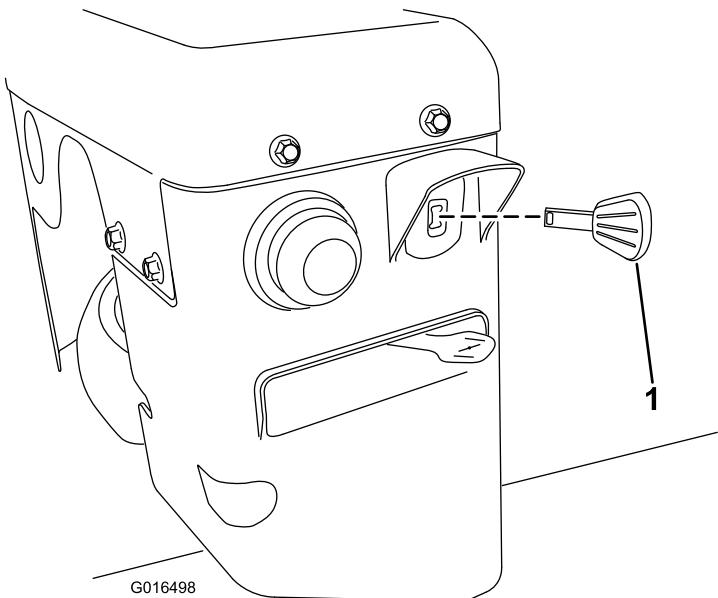

Figure 17
3. Insérez la clé de contact à fond dans le commutateur d'allumage (Figure 17).